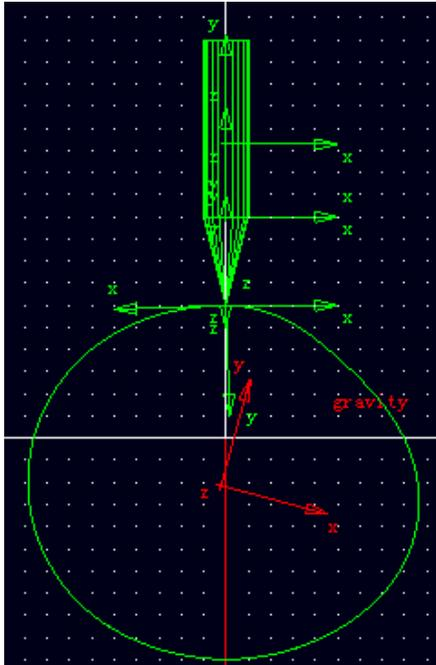

图 5-3 尖顶从动件
5.3 在截锥体上右击鼠标，选择“--Frustum:FRUSTUM_7→Modify”，在弹出的对话框中，将 **Top Radius** 项的值改为 (0.0mm)，**Bottom Radius** 项的值改为 (10.0mm) (此半径值和圆柱体的半径相同)。点击“OK”确定。修改后的尖顶从动件如图 5-3 所示。